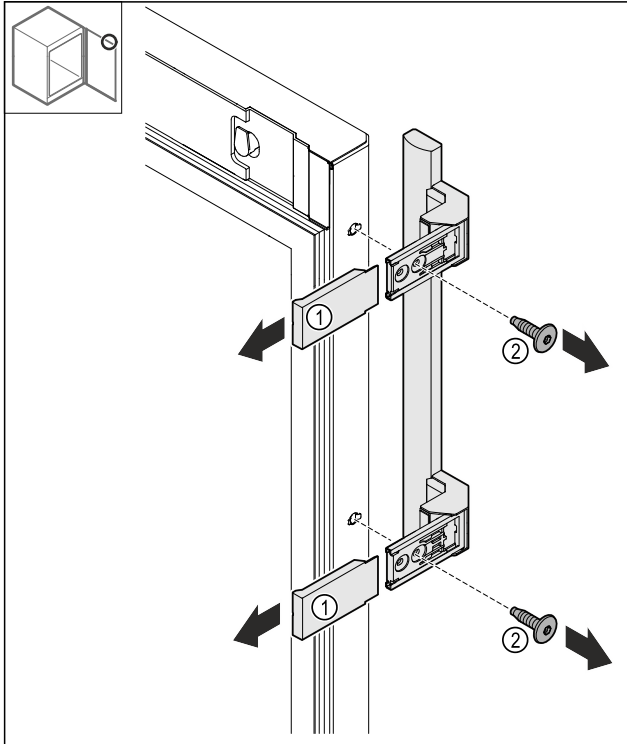

Fig. 24
- ▶ Stiahnite kryty Fig. 24 (1).
- ▶ Uvoľnite skrutky Fig. 24 (2).